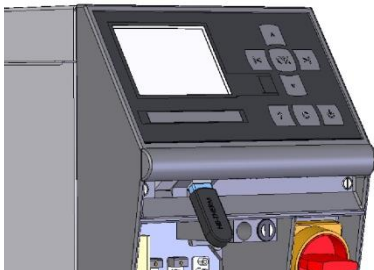

Abb. 53: Csatlakoztassa az USB adattárolót
2. Csatlakoztassa az USB adattárolót (Abb. 53).